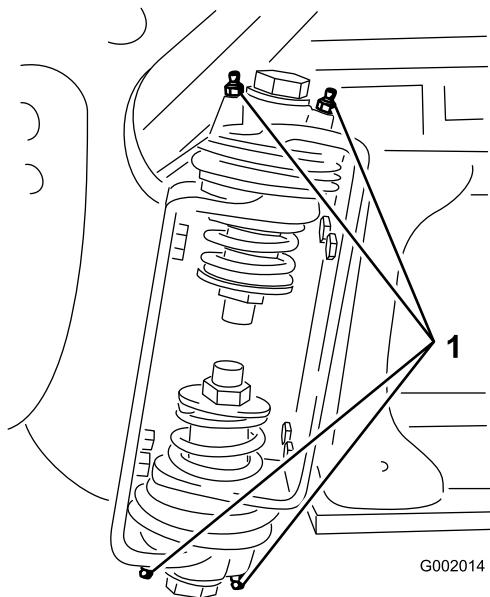

Bild 61
2. Pressen Sie Fett in die Lager oder Büchsen jedes Anschlussstückes (Bild 61).